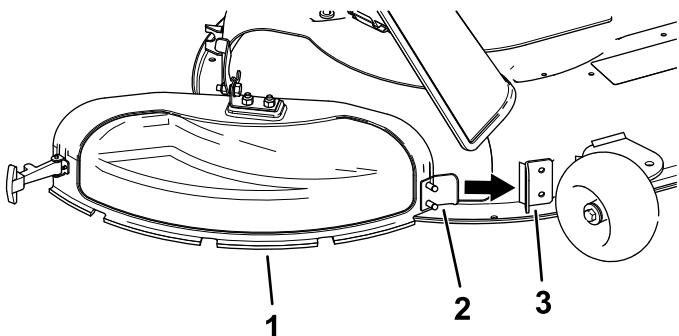

Figura 13
- Inclineate la linguetta metallica presente sul coperchio dello scarico per inserirla nella fessura nella staffa saldata sul piatto di taglio (Figura 13).